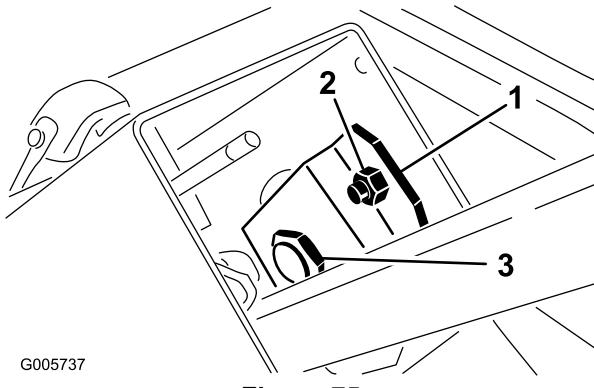

Figura 75
1. Retire o botão do travão de estacionamento e os parafusos auto-rosantes da cobertura da coluna da direcção. Deslize a cobertura para cima de modo a expor o apoio de articulação (Figura 75).
2. Desaperte a porca pequena, rode o apoio da articulação até este estar bem apertado (Figura 75). Aperte novamente a porca pequena.